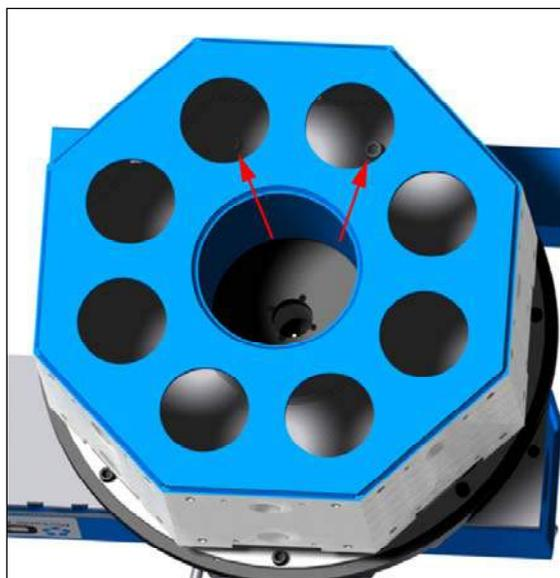

Рис. 3-36. СНЯТИЕ БОЛТОВ С ПАТРОНА
4. Отсоедините восемь креплений патрона к поворотному столу (см. рис. 3-36). Модель FF7200 оснащена болтами M16, а модель FF8200 — M20.